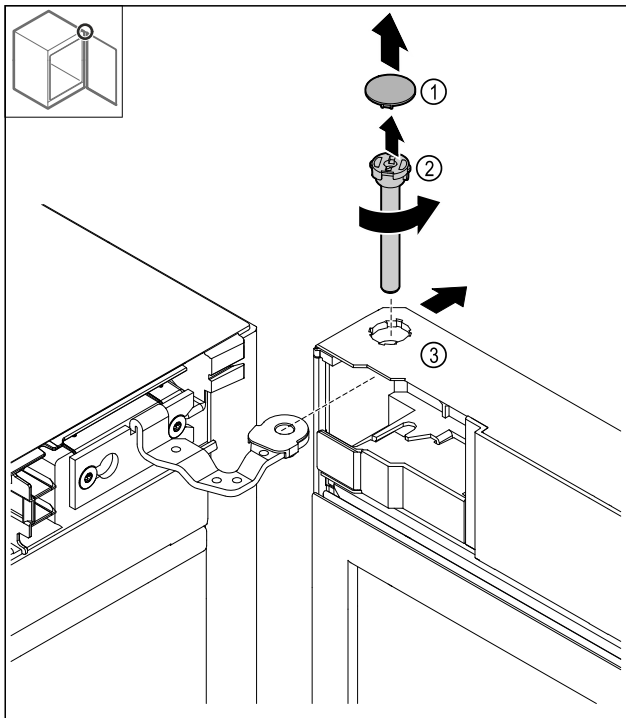

Fig. 18
- Desmontar la cubierta Fig. 18 (1).
- Aflojar el perno Fig. 18 (2) en sentido antihorario y extraerlo.
- Inclinarse la puerta Fig. 18 (3) ligeramente.